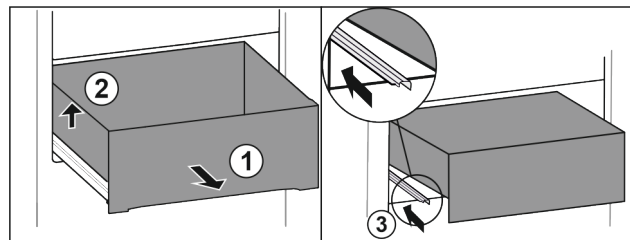

Fig. 86
- ▶ Schubfach bis zum Anschlag herausziehen. Fig. 86 (1)
- ▶ Schubfach links anheben. Fig. 86 (2)
- ▶ Linke Schiene einschieben. Fig. 86 (3)